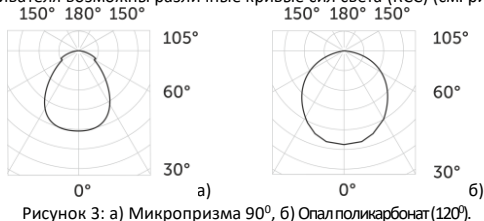

Рисунок 3: а) Микропризма 90°, б) Сферический поликарбонат (120°).
3.5. В зависимости от типа рассеивателя возможны различные кривые сил света (КСС) (см. рисунок 3).